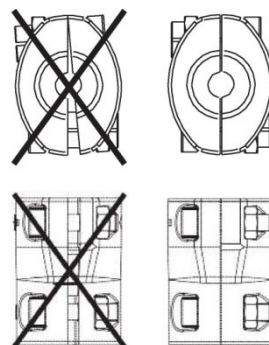

Рисунок 15 – Правильно стянутая соединительная муфта.
11. Полностью затяните соединительную муфту болтами с заданными моментами затяжки (см. подраздел 10.2). Убедитесь, что с обеих сторон зазоры одинаковые (см. рисунок 15).